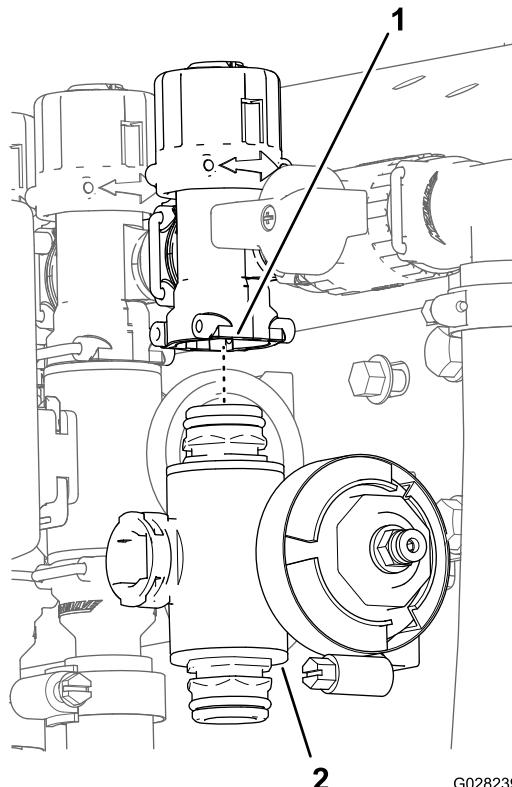

Figure 70
3. Pour les vannes des sections droite et gauche, retirez les boulons à embase et les contre-écrous à embase qui fixent la ou les vannes de section au support, puis déposez le ou les collecteurs de la machine ; pour la vanne de section centrale, déposez le collecteur correspondant de la machine (Figure 70).